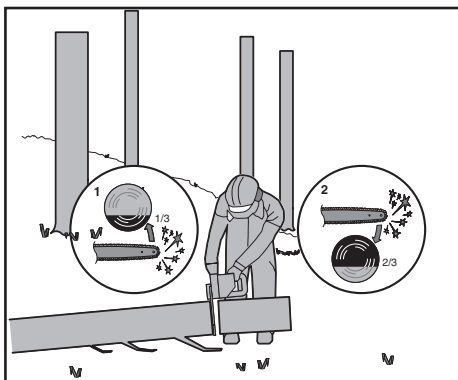

Figura.4
Tronco apoyado en un extremo, Haga el primer corte del lado inferior del tronco, atraviese 1/3 del diámetro del tronco (1). Este corte impedirá la producción de astillas en esta sección al completarse el corte (2). (Figura. 4)